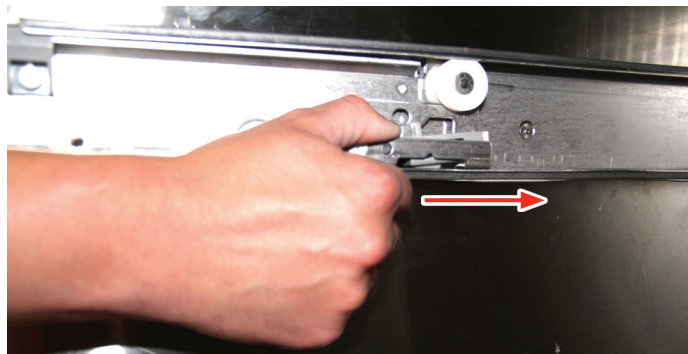

Fig. 21
6. Empuje hacia atrás las trabas de los deslizadores para soltarlos (Fig. 21).